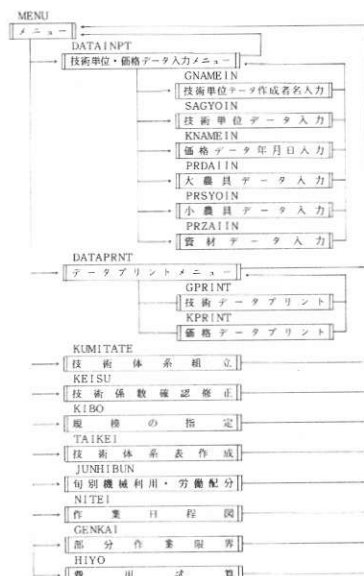

図1 プログラムの構成
1) プログラムは19種類176KBであり、主として技術単位・価格データ入力処理プログラムと技術体系組立て・費用試算プログラムの2部分から成っており(図1)、メニュー方式で選択して処理を行う。